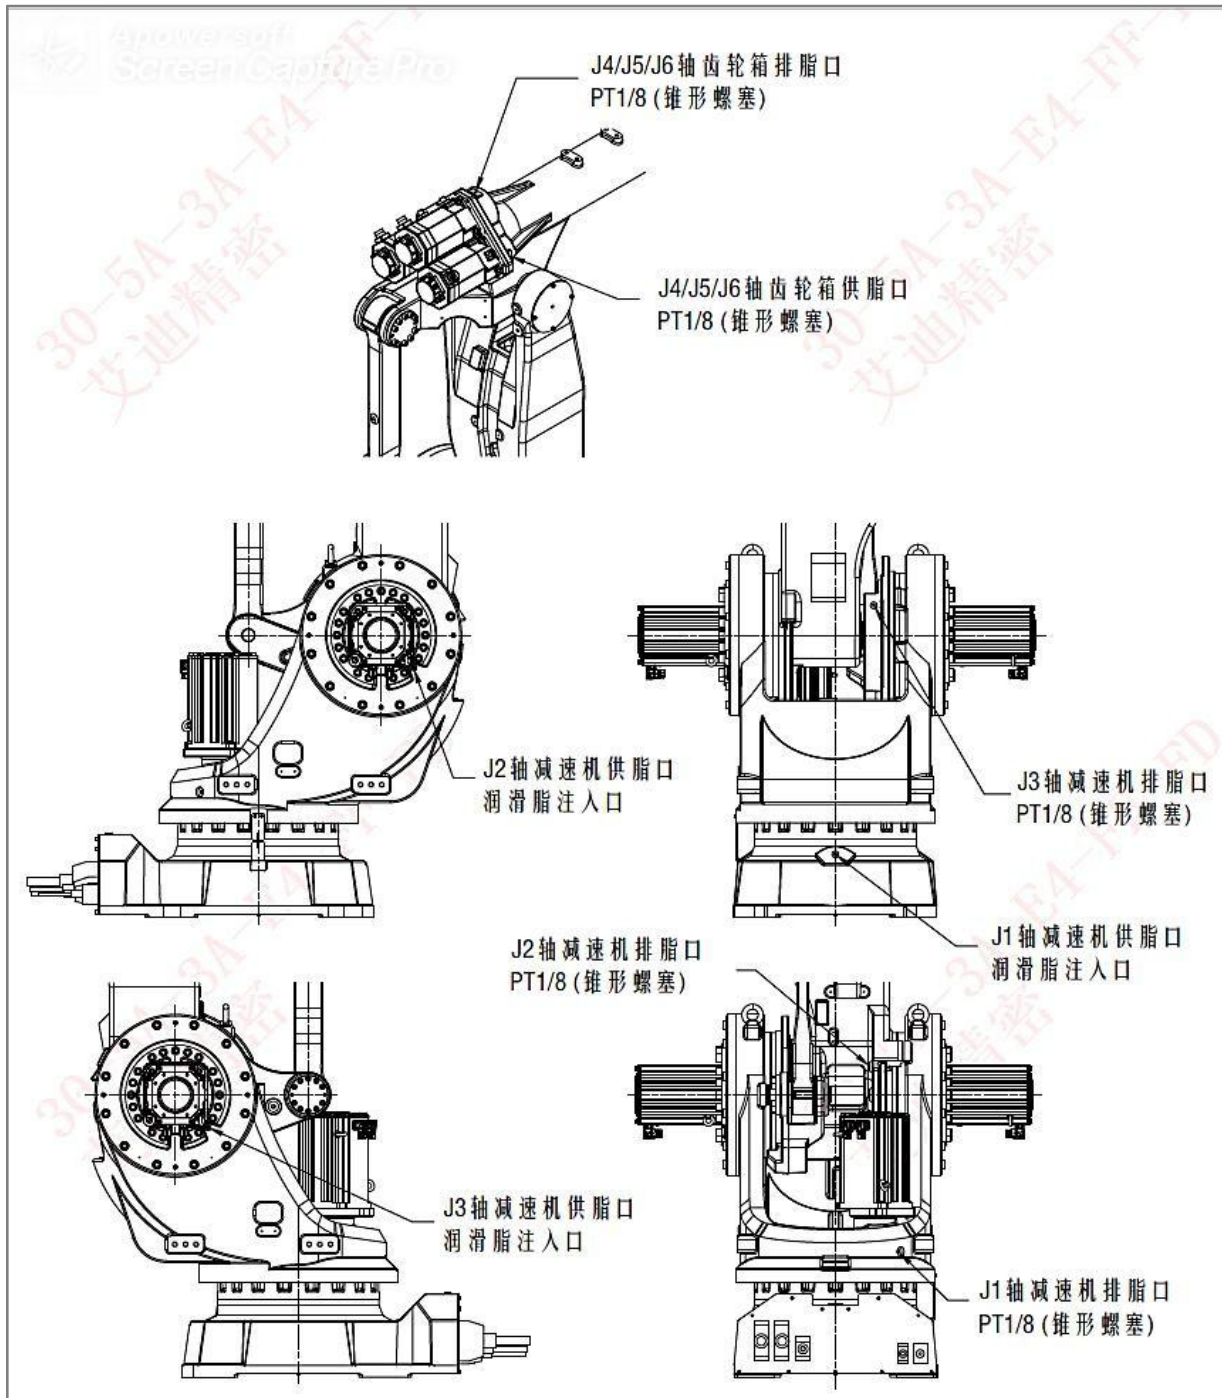

图5-3-2(a) 1, 2, 3轴减速机和4/5/6轴齿轮箱的润滑脂的更换
- (1) 移动机器人，使其成为表5-3-2(b)所示的供脂姿势。
- (2) 切断控制装置的电源。
- (3) 卸下排脂口和排气孔的密封螺栓。（图5-3-2(a)）
- (4) 从供脂口供脂，直到新的润滑脂也从排脂口排出为止。
- (5) 按照5.3.3节的步骤，释放残留压力。